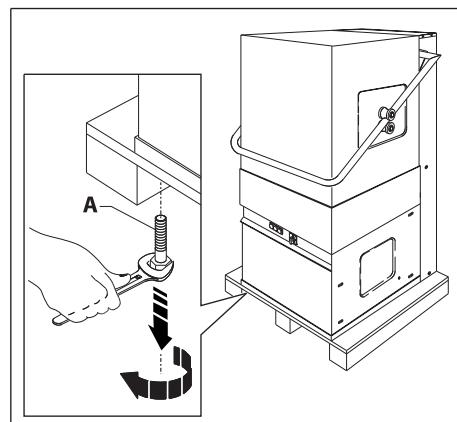

Рис. 3
2. Открутите два винта A, крепящие машину к транспортировочному поддону (рис. 3).